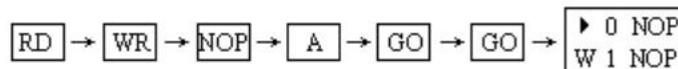

图 4 清零操作顺序
(4) 编程
- ① 连接 FX-10P-E 手持式编程器与 PLC，置 PLC 的“RUN/STOP”选择开关为 STOP。
- ② 方式选择：按下“RD/WR”键一次、二次，当液晶显示屏上左边显示 W 时，即可进行编程。
- ③ 清零：在写入一个新的程序之前，按如下操作步骤，清除 PLC 内存 RAM 的原有内容，操作顺序如图 4 所示。
在写入程序之前，一般需要将存储器中的原有内容全部清除，具体操作按图 4 进行。